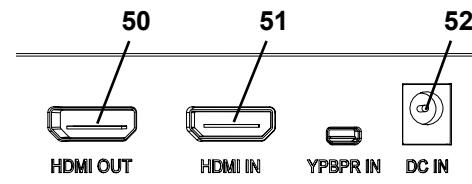

Рис. 35
- ⇒ Нажмите кнопку REC (56, рис. 35) на видеомагнитофоне HDMI.
- ◆ Светодиодный индикатор (55, Рис. 35) загорается красным.
С помощью прилагаемой гарнитуры во время записи можно снабдить видеозаписи комментариями. Вставьте кабель микрофона гарнитуры (розовый штекер) в гнездо MIC IN (54, Рис. 35) (розовая маркировка).